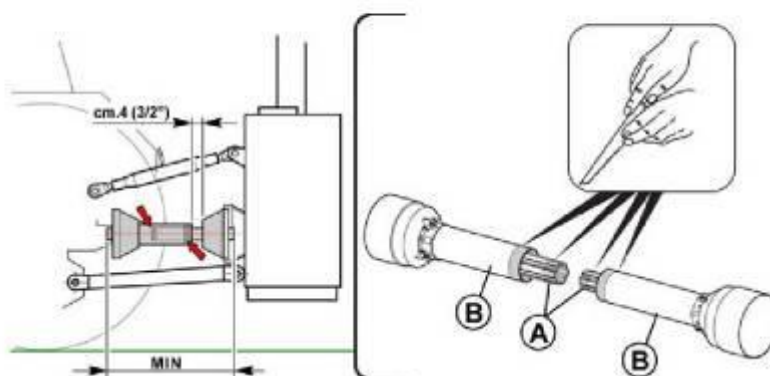

FIG. 4.7
Используя гидроподъемник трактора приблизьте оборудование к трактору и удостоверьтесь, что длина кардана правильная. Проверьте, чтобы длина нахлеста частей кардана составляет не менее 2/3 его длины в собранном виде. В противном случае укоротите лишнюю часть телескопической трубки (A) и кожуха (B) (см. РИС. 4.7).